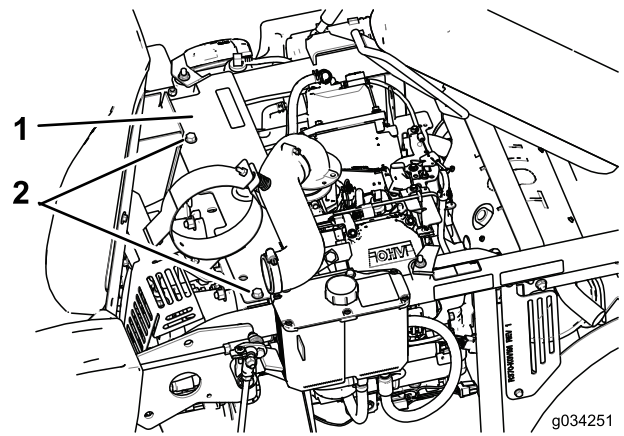

Figura 32
7. Lubrifique o braço intermédio da correia da bomba (Figura 32).